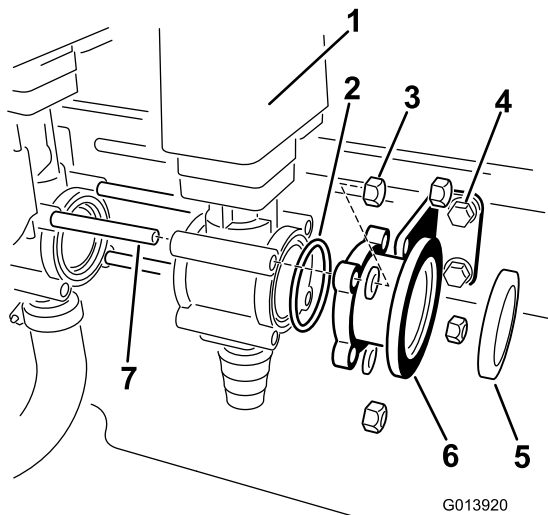

Figura 6
8. Instale una junta tórica de entre las piezas sueltas en la cara abierta de la válvula del eyector (Figura 6).